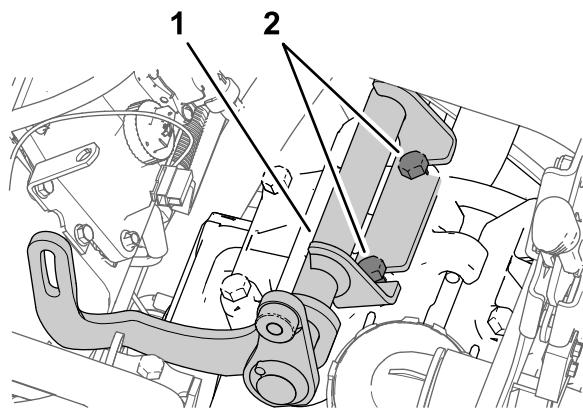

Bild 176
2. Fluchten Sie die Lichtmaschinenhalterung zwischen den gelösten Schrauben und dem Pumpenkopf (Bild 176) aus, wie in Schritt 1 abgebildet.